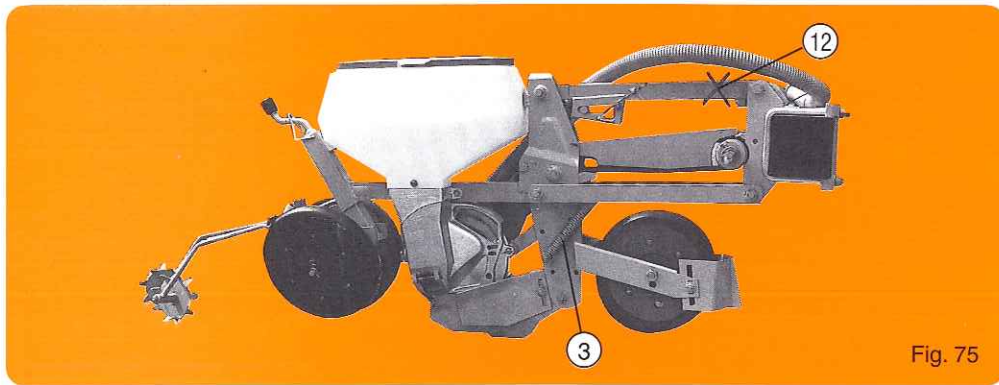

Fig. 75
- Soit avec roues inclinées avancées et sans roulette intermédiaire (fig. 75).Cet équipement est surtout recommandé lorsqu'en plus du semis principal de betterave, l'appareil doit être utilisé pour semis de maïs, tournesol, haricots ou colza... dans des conditions plus difficiles.
- Or with v press wheels in a forward position without intermediate press wheel (fig. 75).This last version is especially recommended when the main crop is sugarbeets, but when the unit is also to be used for corn, sunflowers, beans, rape seed (canola) or in rough conditions.
- Sea con ruedas inclinadas hacia adelante y sin ruleta intermedia (fig. 75).Este equipo se recomienda sobre todo cuando además de la siembra principal en remolacha, se ha de utilizar la máquina después con maíz o girasol, alubias o colza..., en condiciones de trabajo más difíciles.